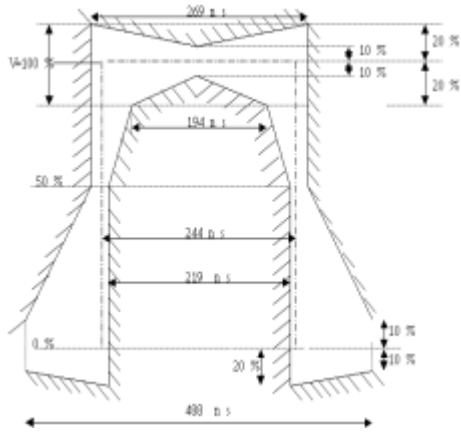

图 7.1 E1 线路码波型样板
- 数字接口电气特性：符合 ITU—TG. 703 建议，脉冲波形符合样板如图 7.1 所示